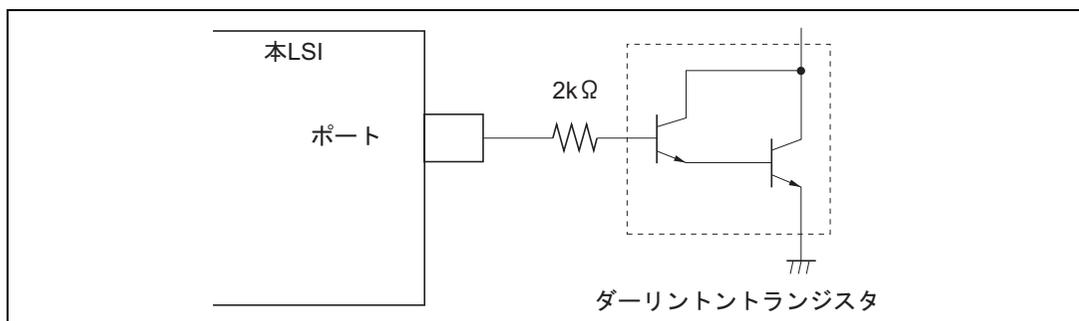
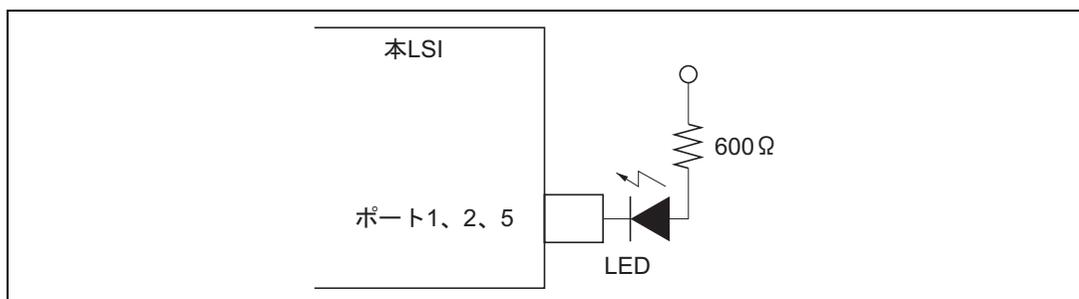

図 21.7 ダーリントトランジスタ駆動回路例
図 21.8 LED 回路例
2. ダーリントトランジスタや、LED を直接駆動する場合には、図 21.7、図 21.8 に示すように、出力に必ず電流制限抵抗を挿入してください。